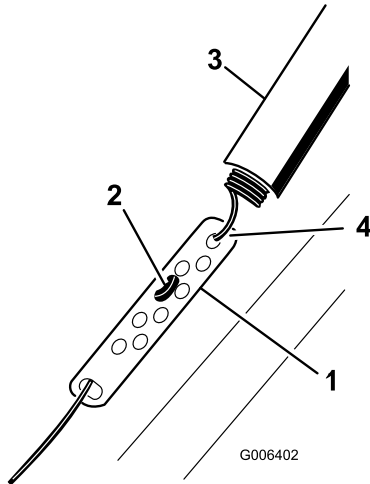

Figure 26
1. Remontez la protection du ressort et décrochez le ressort de la biellette de réglage (Figure 26).
2. Accrochez le raccord en Z à un trou plus haut ou plus bas sur la biellette de réglage de manière à obtenir un écart de 2 à 3 mm (1/16 à 1/8 po) entre la barre de commande et le guidon (Figure 26).